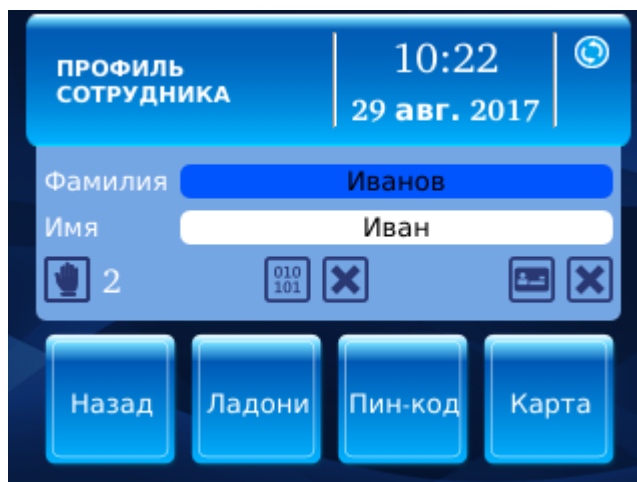

Рисунок 29. Изменение данных о сотруднике
**Изменить** – изменение данных выбранного сотрудника (рисунок 29)